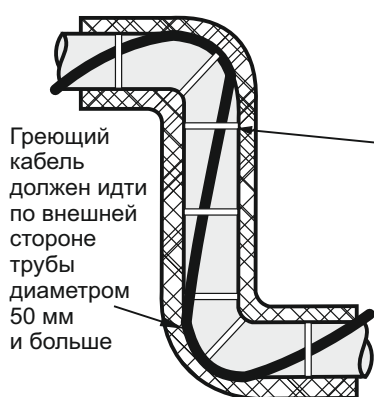

Рис.1 Колено
- Прикрепите кабель к трубе при помощи хомутов или пластиковых, теплостойких ремней с шагом 30 см. см. рисунок 1. Если труба из полимера, используйте клейкую алюминиевую ленту.